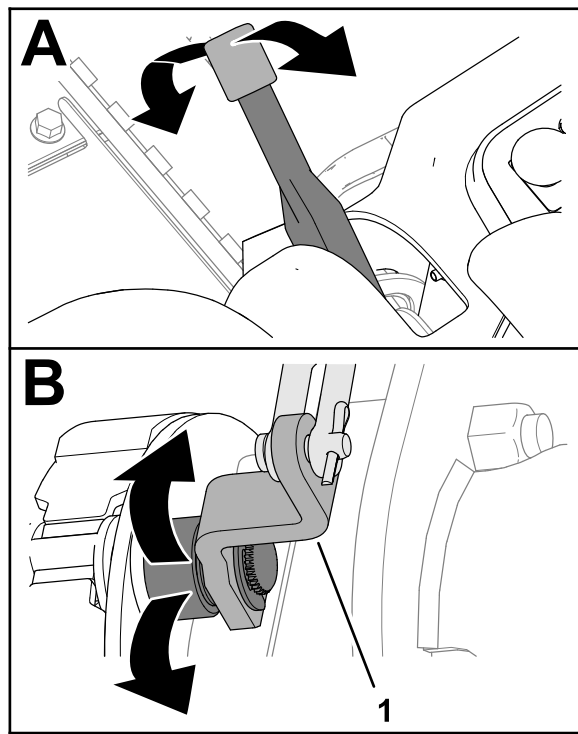

図 70
2. 駐車ブレーキのレバーを何度か操作して、ブレーキカムのレバーが自由に動くことを確認する 図 70。